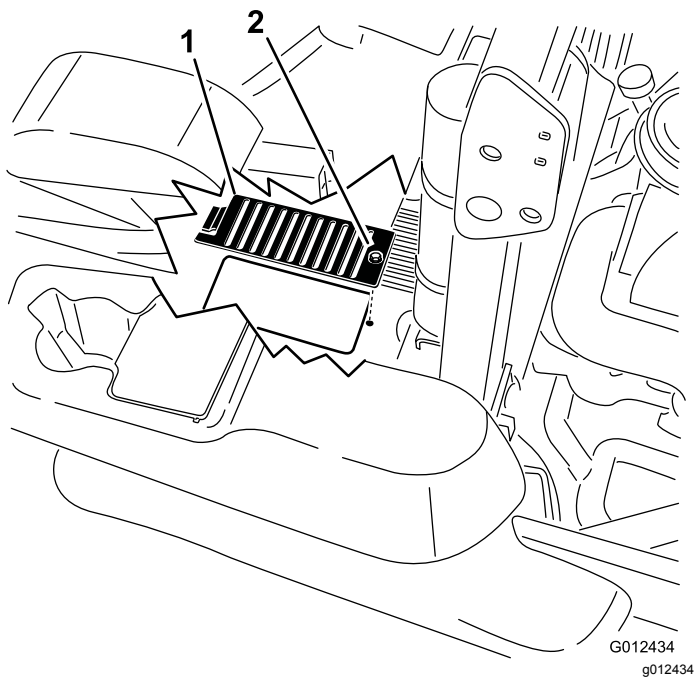

Bild 81
6. Entfernen Sie über jedem Peilstab die Abdeckung und die an der Abdeckung befestigte Schraube. Reinigen Sie den Bereich um jeden Ölpeilstab und jede Hydraulikanlage (Bild 81).